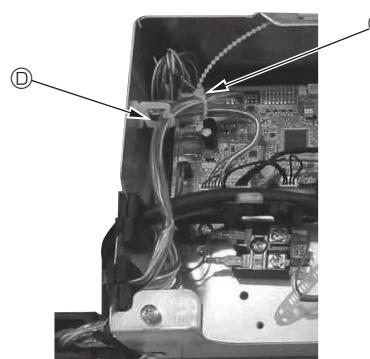

Fig. 10-14
- Coloque las partes sobrantes de los cables de enlace del Sensor i-see y del receptor de señales en la caja de componentes eléctricos en el clip para cables de la forma mostrada en el diagrama, y sujetelos los cables con el remache. (Fig. 10-14)